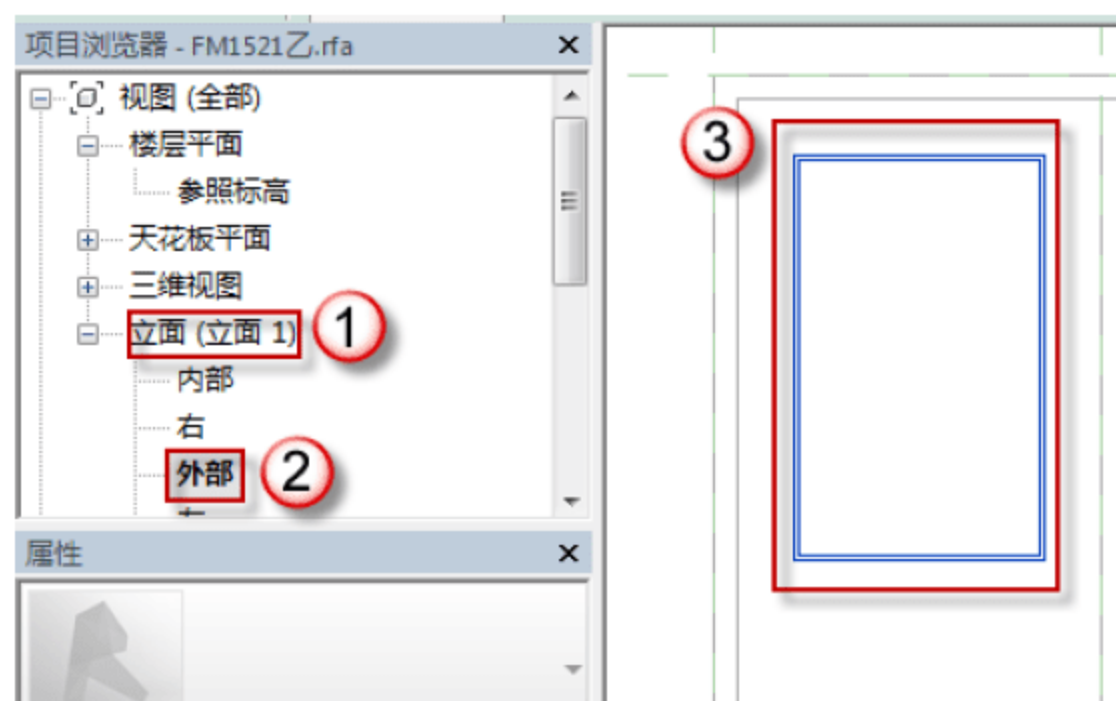

图 6.2.58 FM1521 乙中部窗窗框
(17) 添加门板材质。选择“项目浏览器”中的“视图”→“三维视图”→“{3D}”命令,可以进入 FM1521 乙的 3D 视图,选择门板,在门板的“属性”面板中,单击“材质和装饰”栏“材质”右侧的空白按钮,弹出“关联族参数”对话框,单击“添加参数(D)”按钮,弹出“参数属性”对话框。选择“共享参数”单选按钮,单击“确定”按钮,弹出“共享参数”对话框,在“参数组(G)”中选择“门窗”选项,在“参数(P)”中选择“门板材质”选项,单击“确定”按钮。重复上述(15)~(17)步操作对另一块门板进行“拉伸起终点”和“材质编辑”的调整。
(18) 绘制 FM1521 乙中部窗窗框。选择“项目浏览器”中的“立面(立面 1)”→“外部”选项,可以进入 FM1521 乙的外部立面视图,选择“创建”→“拉伸”命令,进入“修改|编辑拉伸”界面,用菜单中的绘制工具完成 FM1521 乙中部窗窗框,如图 6.2.58 所示。绘制完成后,单击√按钮完成绘制。